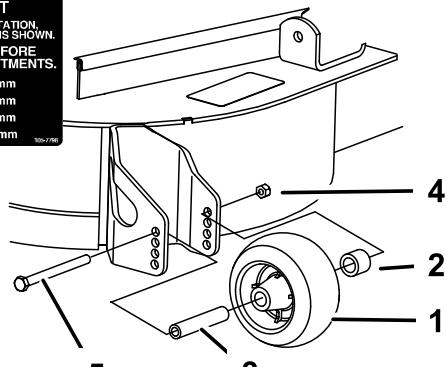

Figure 14
- Après avoir réglé la hauteur de coupe, réglez les galets en retirant l'écrou à collet, la bague, l'entretoise et le boulon (Figure 14).
3. Montez l'écrou à embase, la bague, l'entretoise et le boulon. Serrez à un couple de 54 à 61 Nm (Figure 14).